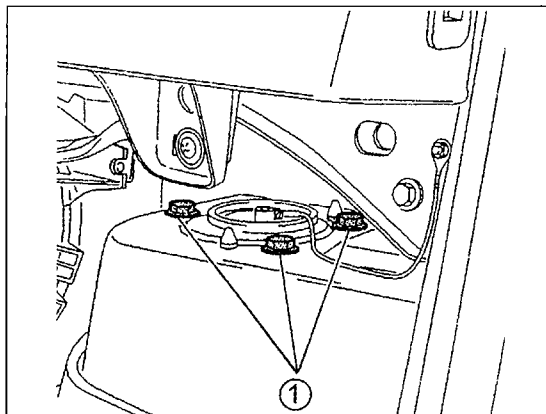

Bild 222
- In der Innenseite des Fahrzeuges das schalldämpfende Material entfernen und das Masseband abschrauben. Die drei Muttern des oberen Federbeinlagers abschrauben (Bild 222).
- In der Innenseite die drei Muttern der oberen Federbeinlagerung entfernen, wie es beim Ausbau des Federbeins beschrieben wurde (siehe auch Bild 222). Die Achseinheit von unten halten, damit sie nicht herausfallen kann.